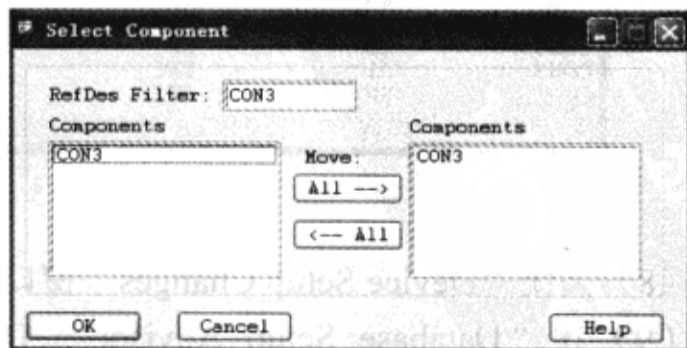

图 2-6-12 “Select Component” 对话框
(4) 在“Select Component”对话框中的“RefDes Filter”栏中输入“con3”→按“Tab”键，并单击过滤出的元器件“CON3”，可以看到“CON3”出现在右侧的列表框中，如图 2-6-12 所示。